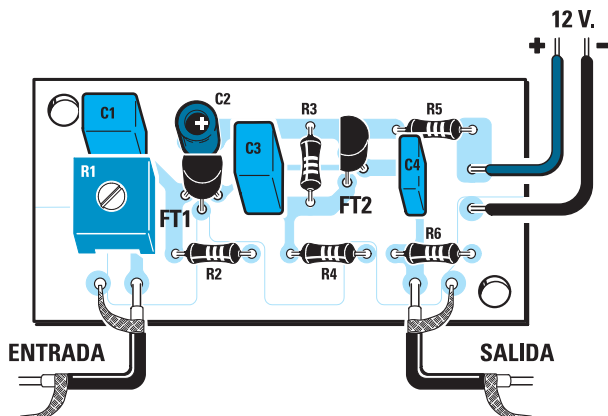

Fig.4 Esquema práctico de montaje del preamplificador LX.1598.
**LX.1598:** Todos los componentes mostrados en la fotografía y en el esquema práctico de la Fig.4, **incluido** el circuito impreso y cable apantallado para conectar las señales de entrada y salida .....7,70 €